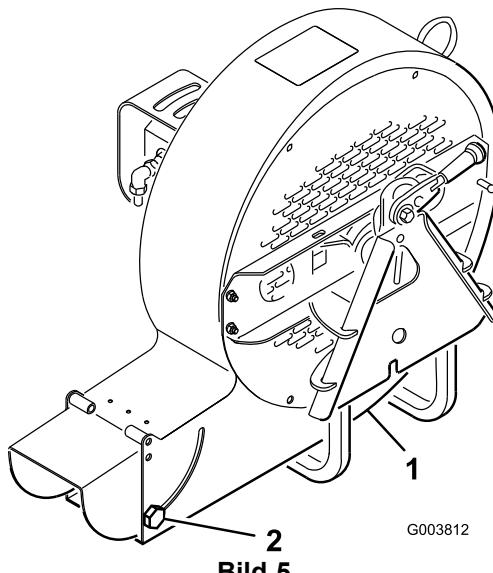

Bild 5
Die Austrittsöffnung (Bild 5) kann verstellt werden, um die Geschwindigkeit und das Volumen des Luftaustritts zu erhöhen oder zu verringern. Durch das Verkleinern der Austrittsöffnung wird die Geschwindigkeit erhöht. Durch das Vergrößern der Austrittsöffnung wird die Geschwindigkeit verringert.
1. Lösen Sie die Befestigungsschrauben des Ablenkblechs an der Austrittsöffnung (Bild 5).